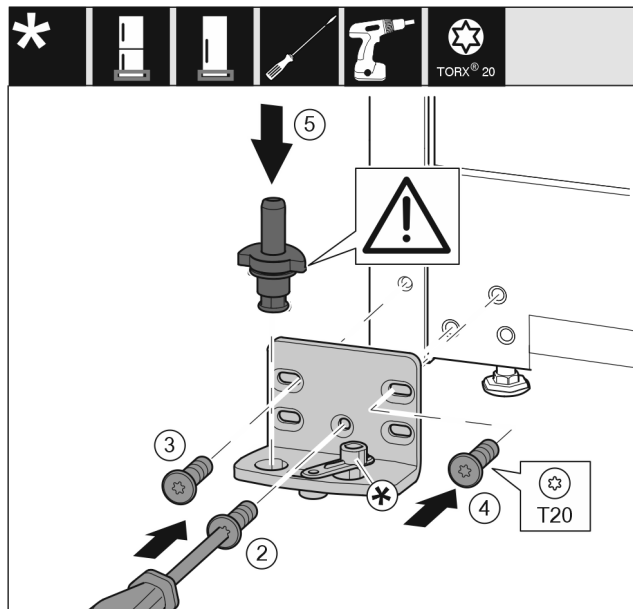

Fig. 25
- ▶ Påsæt hængslet på den anden side, og skru den fast med en skruetrækker T20. Begynd med skruen 2 forneden i midten. Fig. 25 (2)
- ▶ Skru skruerne 3 og 4 fast. Fig. 25 (3,4)
- ▶ Sæt lejebolten helt ind. Sørg for, at låseknasten vender bagud. Fig. 25 (5)